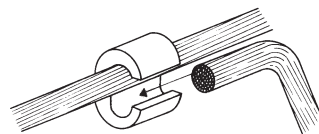

FIG. 2
- Posizionare il connettore sul conduttore passante (FIG. 2).
- Place the connector on the running conductor (FIG. 2).